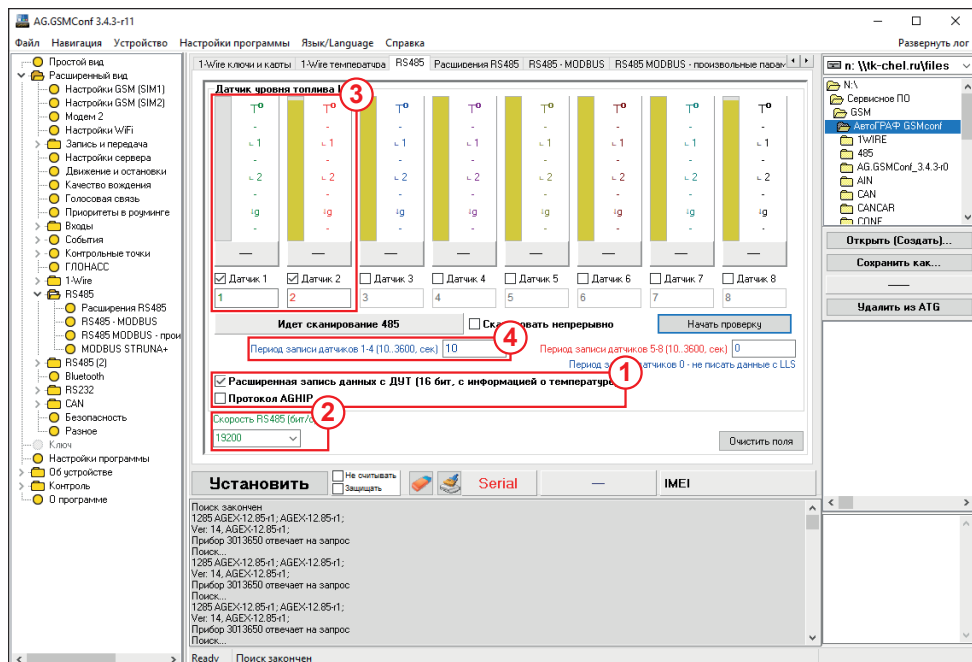

Рис.9. Настройка подключения ДУН в протоколе LLS в АвтоГРАФ GSMConf 3.4.
1. Включите опцию «Расширенная запись данных с ДУТ» (**Рис.9, п.1**). При отключенной опции контроллер не будет получать показания температуры с датчиков угла наклона, передающих данные в протоколе LLS;
2. Проверьте скорость шины RS-485. По умолчанию установлена скорость 19200. Скорость должна совпадать со скоростью, установленной для шины RS-485 устройства TK-Receiver-Air (**Рис.9, п.2**).
3. Выберите датчики 1 и 2 в блоке «Датчики уровня топлива LLS». Выбор датчика происходит путем установки галочки в соответствующий адресу чек-бокс. В данном случае используется 2 датчика (**Рис.9, п.3**).
5. В поле «Период записи датчиков 1-4» задайте интервал записи показаний датчика в память контроллера (**Рис.9, п.4**).